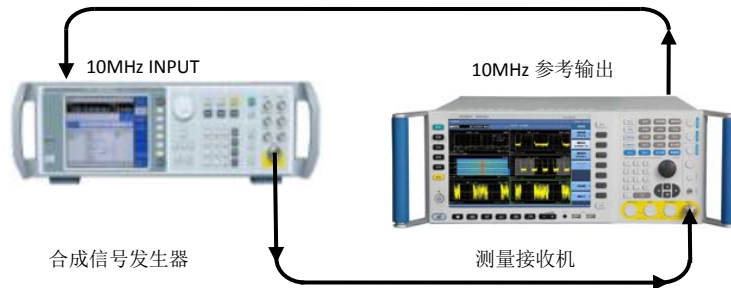

图 4.13 AM 信号解调测量系统连接图
- a) 如图 4.13 所示，将信号发生器输出与测量接收机的射频输入 50Ω 端口相连。复位信号发生器，设置信号发生器输出载波为 1000MHz，幅度为 0dBm。选择 AM 调制，30% 调制深度，调制速率为 1kHz。
- a) 如图 4.13 所示，将信号发生器输出与测量接收机的射频输入 50 Ω 端口相连。复位信号发生器，设置信号发生器输出载波为 100MHz，幅度为 0dBm。选择 FM 调制，调制频偏 50kHz，调制速率为 1kHz。